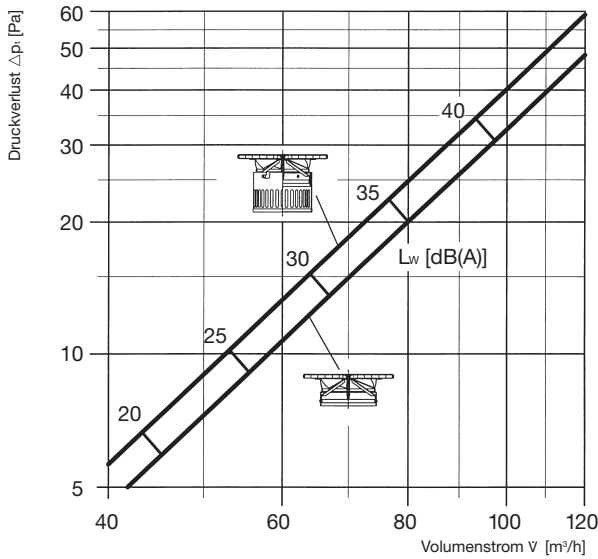

Abb. 7 BZD 200/125 und BZD 200-M, Druckverlust und Schalleistungspegel
In den **Abb. 7 bis 9** sind für die 3 BZD-Varianten Schalleistung in dB(A) und Druckverlust in Pa dargestellt.